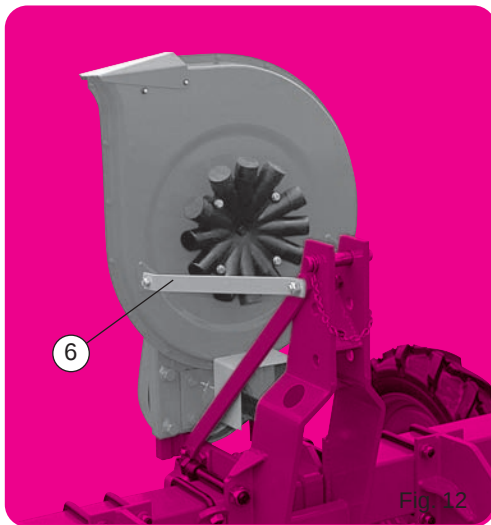

Fig. 12
Après avoir mis la turbine en place, ne pas oublier les pattes renfort prévues pour éviter les vibrations. Ces pattes se montent suivant ⑥ fig. 12 pour attelage normal et ⑦ fig. 13 pour attelage avancé.
After mounting the turbofan, do not forget the support straps which are to eliminate vibrations. These straps mount as shown ⑥ fig. 12 for standard hitches and ⑦ fig. 13 for advanced hitches.
Siehe Standarddreipunktgestänge ⑥ - Abb. 12 und Dreipunktgestänge für Fronthilfsrahmen ⑦ Abb. 13.
После монтажа турбовентилятора не забудьте установить опорные пластины, снимающие вибрацию. Данные пластины устанавливаются, как показано на рис. 12 для стандартных навесок ⑥ или на рис. 13 для улучшенных двоянных рам с навесным устройством ⑦.